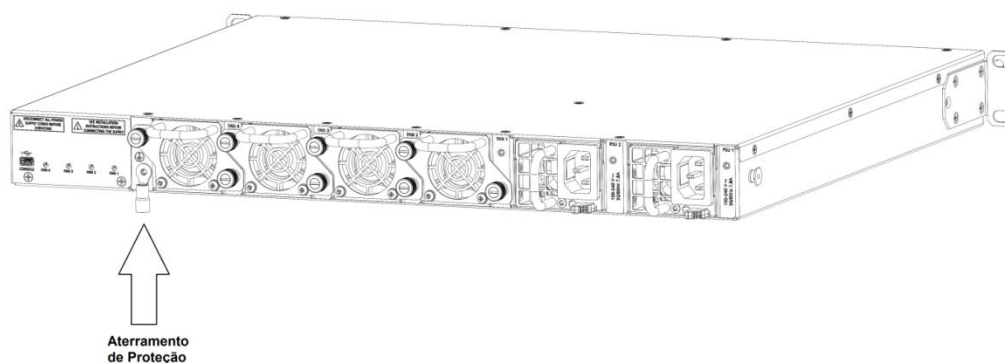

Figura 22 – Aterramento de Proteção DM4770
- Localize o ponto de aterramento localizado na traseira do equipamento conforme a figura 22.